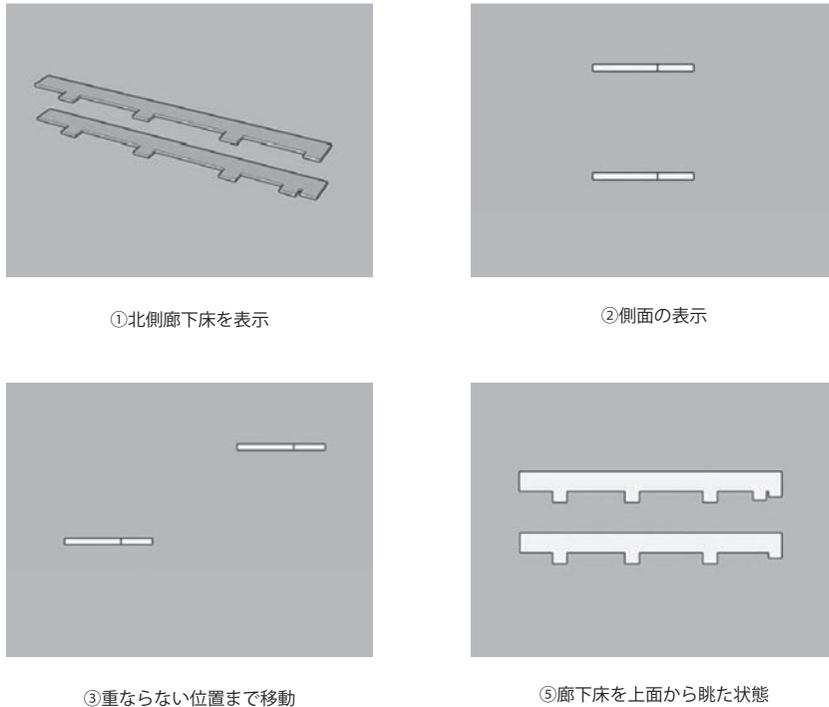

図31 北側廊下床のパーツ図作成
- 1) 051 北側廊下床レイヤのみを表示 (図31-①)
- 5) ツールバーのビューアイコンの側面図あるいは正面図ボタンをクリックし、1階と2階の廊下床が分離して表示される状態にする (図31-②)
- 7) 片方のグループを重ならない位置まで平行移動 (図31-③)
- 9) ツールバーのビューアイコンの平面図アイコンをクリック (図31-④)